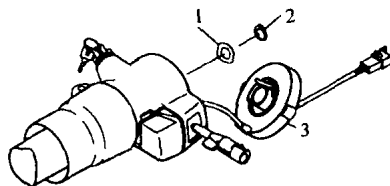

图 1-5 从轴上拆卸线圈总成
- 5) 拆下安全气囊线圈总成,除非必要,否则不必拆下开关,可让其自由悬挂(见图 1-5)。